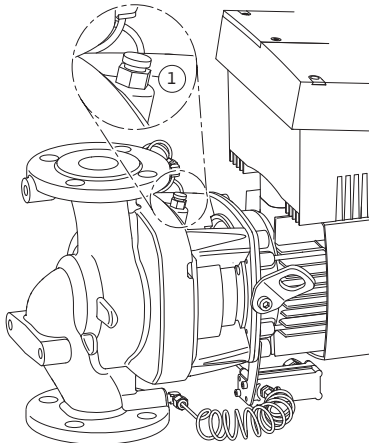

Fig. 49: Ilmanpoistiventtiili
6. Poista pumpun paine avaamalla ilmanpoistiventtiili (Fig. 49, kohta 1).